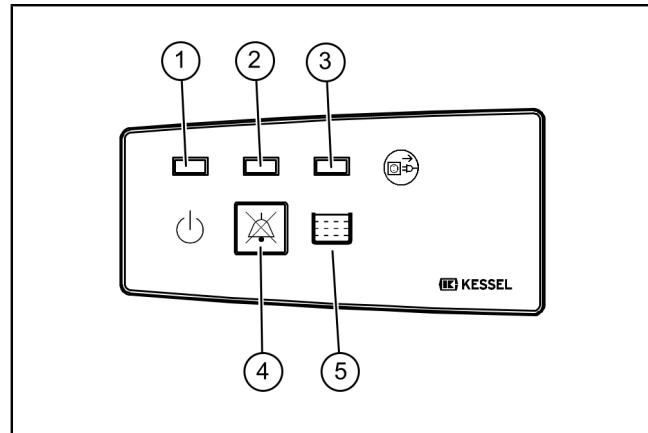

Fig. 7: Aperçu des affichages
Si un état déclenche une alarme, la diode d'alarme (2) s'allume tout comme éventuellement l'une des autres diodes. Après avoir éliminé la cause de l'alarme, il est possible d'acquitter l'alarme en appuyant sur la touche (5) (cf. "Fig. 7: Aperçu des affichages", page 66).